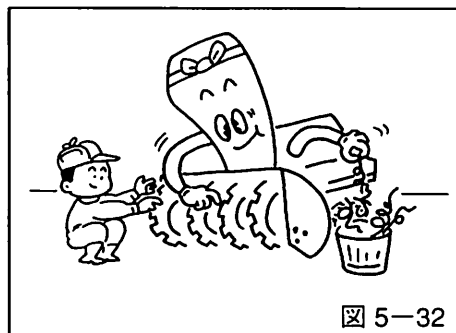

図 5-32
2. ブロワ及びオーガ軸にビニール紐などが巻き付いていたら、取り除いてください。そのまま運転しますと、オーガミッションのオイルシールを傷め、オイル漏れの原因になります。(図5-32参照)